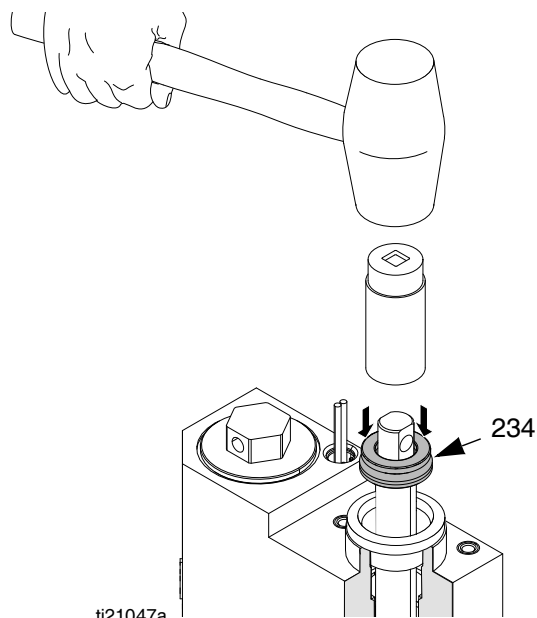

ABB. 31
2. Kolbenstangeneinheit (223) in den Auslassverteiler (203) des Schmelzers drücken.
3. Hals-U-Dichtung (234) schmieren und mit Lippen nach unten weisend über Kolbenstange (223) schieben.
4. 7/8"-Steckschlüsseinsatz (3/8"-Gewinde) über Kolbenstange (223) platzieren, dann mit Gummihammer Hals-U-Dichtung (234) vorsichtig einklopfen. Siehe ABB. 31.